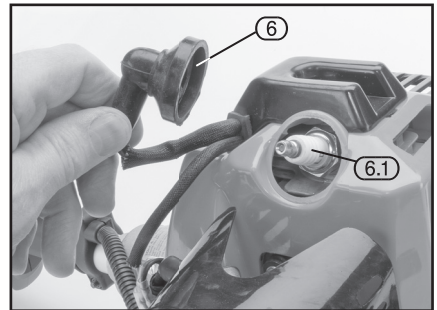

FIG. 36
15.2 SPARK PLUG MAINTENANCE - FIGS.36 - 37